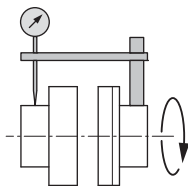

Fig. 11: Überprüfung der radialen Ausrichtung mit einem Komparator
- Auf einer der Kupplungen oder auf der Welle eine Messuhr festklemmen (siehe Fig. 11). Der Kolben der Messuhr muss auf dem Kranz der anderen Halbkupplung aufliegen (siehe Fig. 11).